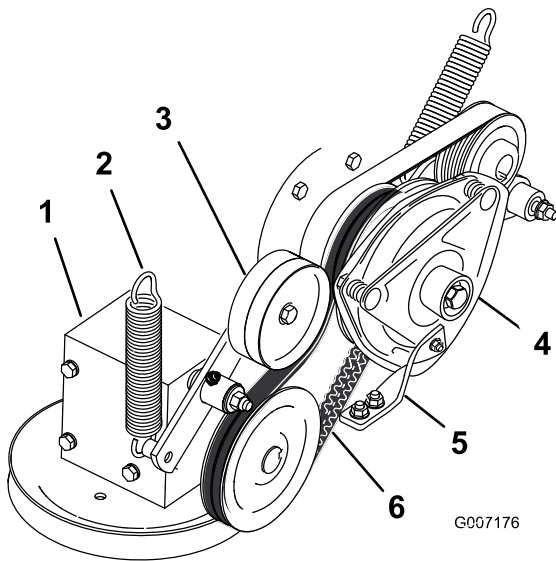

Bild 70
4. Entfernen Sie die Feder vom Spannarm (Bild 70).
7. Verlegen Sie den neuen Zapfwellen-Treibriemen um die Kupplungs- und Getriebespannscheibe (Bild 70).
9. Haken Sie die Feder wieder in den Spannarm ein (Bild 70).